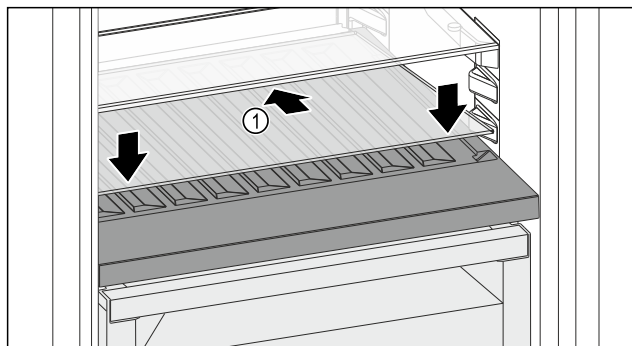

Fig. 122
- Posizionare il ripiano di vetro Fig. 122 (1) inclinato indietro e verso il basso.
- Abbassare la parte anteriore del ripiano di vetro Fig. 122 (1).